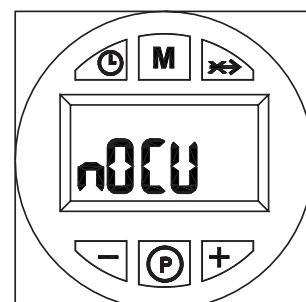

рис. 5
- На пару секунд может появиться надпись "nOCU" (рис. 5)